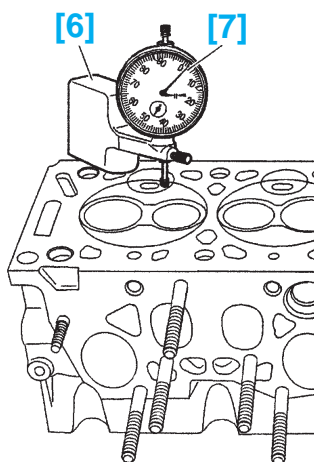

fig. Mot. 143
- Fixer le comparateur [7] (-). **1504** sur le support [6] (-). **0132-C** (fig. Mot. 143).